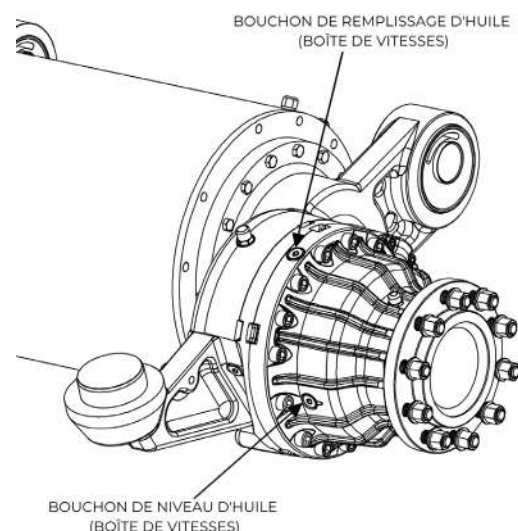

Figure 42. Emplacement du bouchon de niveau d'huile de la boîte de vitesses.
1. Desserrer le bouchon de niveau d'huile de la boîte de vitesses (voir figure 42).